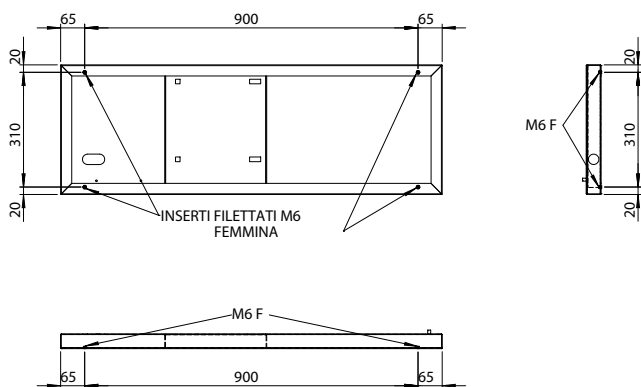

Fig. 1.i
- Skåp i överensstämmelse med standarder för seismisk provning IEC 60068-2-6, IEC 60068-2-57, IEC 60068-2-64 och ISO 2041. För att säkerställa överensstämmelsen med ovannämnda standarder måste skåpet förankras i golvet med hjälp av de gängade hålen (M6 invändig gänga) som i fig. 1.i.